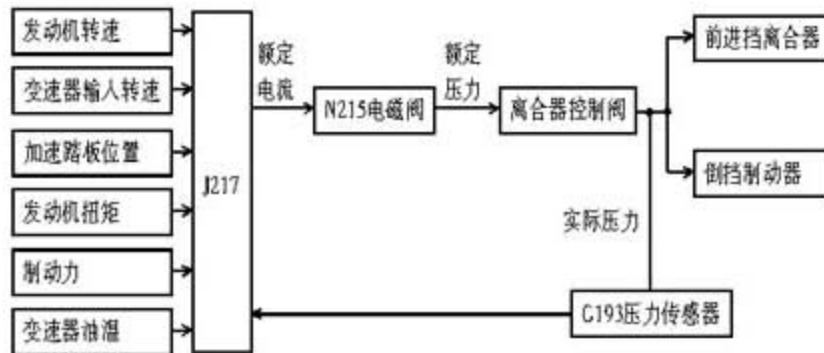

图1 前进挡离合器、倒挡制动器压力控制原理图
- 1). 通过仔细试验, 我们总结出一个规律: ①每次重新启动发动机后第一次挂 R 挡接合非常平顺, 第二次再挂便开始冲击, 同时如果反复操作冲击力就会越来越大, 有时会使发动机立即熄火。②让变速器在前进挡上运行一会儿再挂 R 挡, 第一次还是非常柔和, 接下来再操作又开始冲击。③启动发动机第一次换挡杆由 P/N 入 R 挡时接合平顺, 此时如果将换挡杆拉入 N 位或 P 位, 停留 1 min 后再次挂入 R 挡, 则冲击力消失。
- 2). 根据实际故障现象, 我们应该把故障定义为“R 挡压力控制问题”。因为如果 R 挡压力过高或调节不正常都会导致 R 挡接合粗暴。对于奥迪 01J 无级变速器, 发动机与变速器之间不像自动变速器那样通过液力变矩器来传递动力, 而是通过两组用油元件即前进挡离合器和倒挡制动器, 通过机械方式来传递发动机动力, 因此车辆在静止时踩制动踏板入动力挡 (R、D) 的控制是: ①离合器或制动器压力低。②发动机输出扭矩小 (即链条与链轮之间的夹紧力小)。因此无论是前进挡离合器压力还是倒挡制动器压力在车辆静止接合、行驶中及在发动机各种工况下的输出扭矩下都必须保持合适的工作压力。如果倒挡压力不正常, 既涉及到控制单元的指令, 又涉及到液压的控制, 同时还涉及到倒挡机械执行元件本身。
- 3). 在奥迪 01J 无级变速器上, 前进挡离合器和倒挡制动器的压力电子调节控制, 主要是控制单元通过接收“发动机转速”(通过 CAN 与发动机控制单元通讯)、“变速器输入转速”(主动传动链轮转速由 G182 传感器提供)、“加速踏板位置”(通过 CAN 与发动机控制单元通讯得知油门踏板所处的位置)、“发动机输出扭矩”(通过监测链轮与传动链条之间接触压力计算出由压力传感器 G194 提供)、“制动力”(通过 CAN 由 ABS 控制单元提供)及“变速器油温”(通过 G93 油温度传感器计算出)等参数逻辑分析后, 计算出前进挡离合器或倒挡制动器的额定压力, 并且由此确定出压力调节电磁阀 N215 的控制电流。这样不同的控制电流便产生不同的离合器或制动器的控制压力, 因此离合器或制动器传递发动机的扭矩也相应地随控制电流的变化而变化。压力传感器 G193 监测液压控制系统中离合器或制动器的实际压力, 实际离合器压力与变速器控制单元计算出的额定压力不断进行比较 (实际压力与额定压力通过模糊理论被持续监控), 若两者差值超过一定范围, 便会进行修正, 这样便形成前进挡离合器和倒挡制动器压力控制原理图 (图 1)。